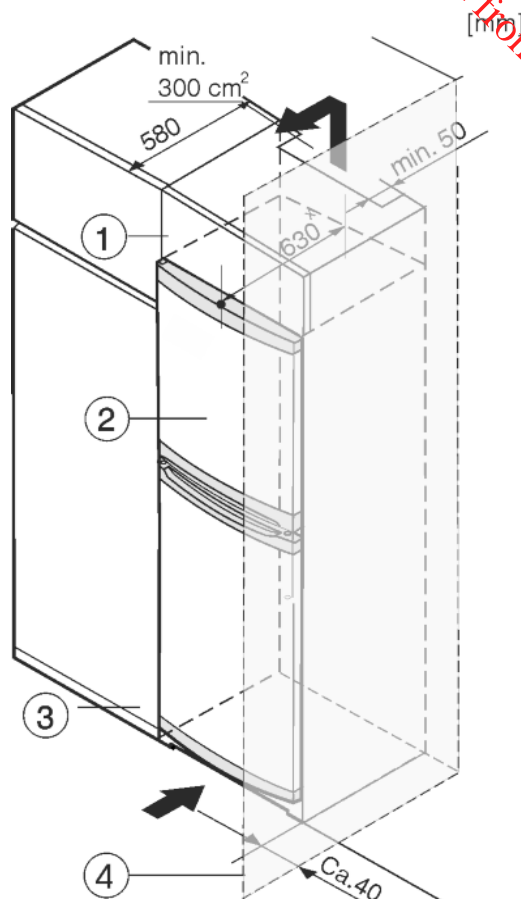

Fig. 7
- (1) Opbouwkast
- (2) Apparaat
- (3) Keukenkast
- (4) Wand
Het apparaat kan in keukenkasten worden ingebouwd. Om het apparaat *Fig. 7 (2)* aan de hoogte van het keukenblok aan te passen, kan boven het apparaat een opzetkast *Fig. 7 (1)* worden aangebracht.
Bij een ombouw met keukenkasten (diepte max. 580 mm) kan het apparaat direct naast de keukenkast *Fig. 7 (3)* worden geplaatst. Het apparaat steekt aan de zijkant 34 mm * en in het midden 50 mm * uit ten opzichte van het keukenkastfront.
Plaatst u het apparaat met de scharnierkant naast een muur *Fig. 7 (4)*, dan moet de afstand tussen apparaat en muur minstens 40 mm bedragen. Dit in verband met het uitsteken van de deurgreep bij een geopende deur.